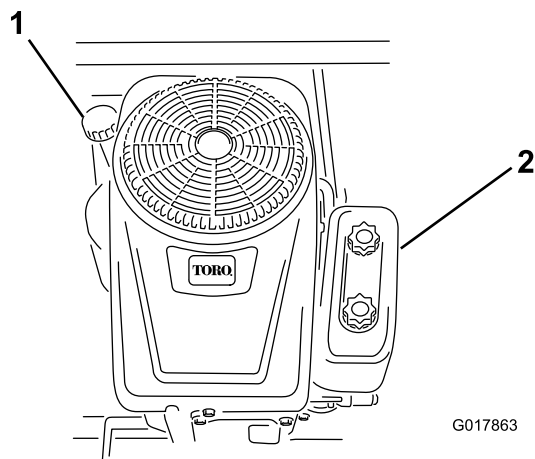

Figura 30
4. Limpe a zona em redor da vareta de óleo (Figura 30), para evitar que entre sujidade no orifício do filtro e possíveis danos no motor.
6. Coloque lentamente cerca de 80% da quantidade de óleo especificada no orifício de enchimento (Figura 30). Verifique o nível de óleo; consulte o procedimento Verificação do nível do óleo.